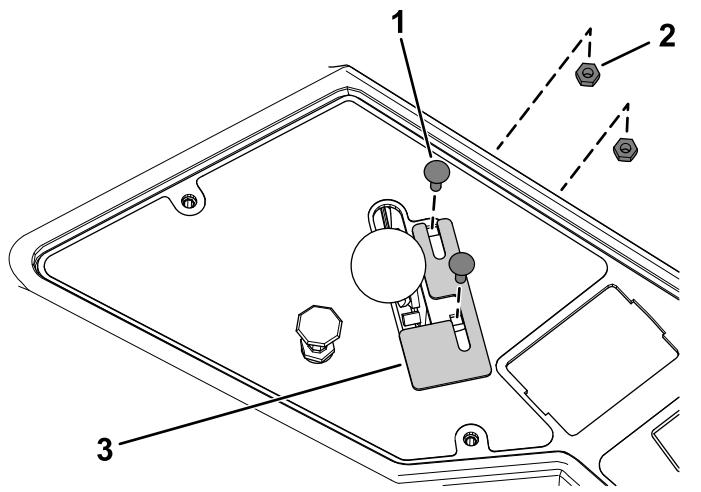

Figura 21
3. Sujete provisionalmente la placa del acelerador nueva y la palanca del acelerador al panel de control con 2 pernos de cuello cuadrado (Nº 10 x $\frac{5}{8}$ ") y 2 contratuercas (Nº 10), como se muestra en la Figura 21.